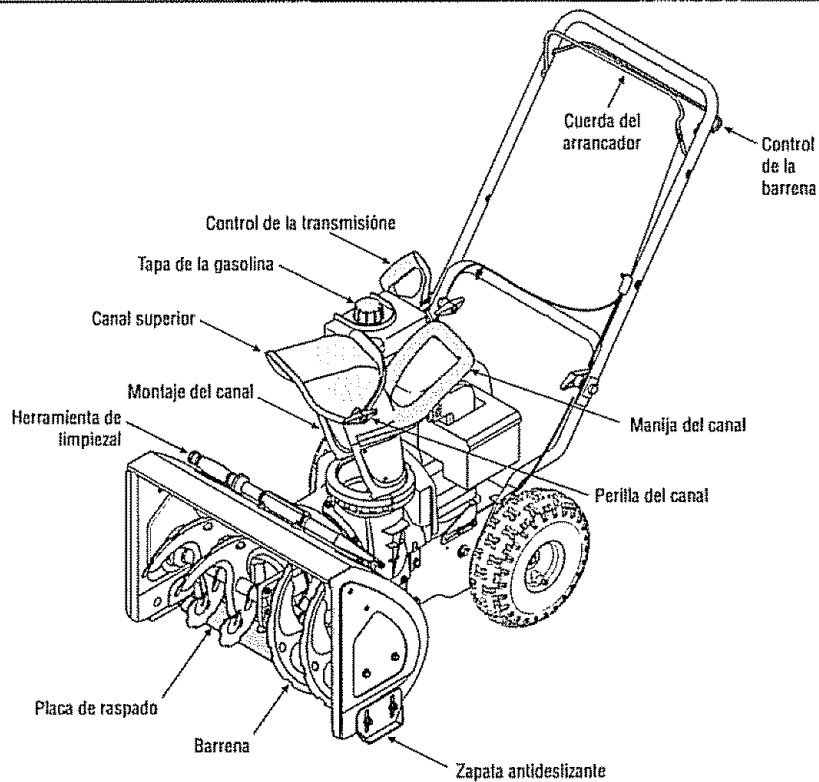
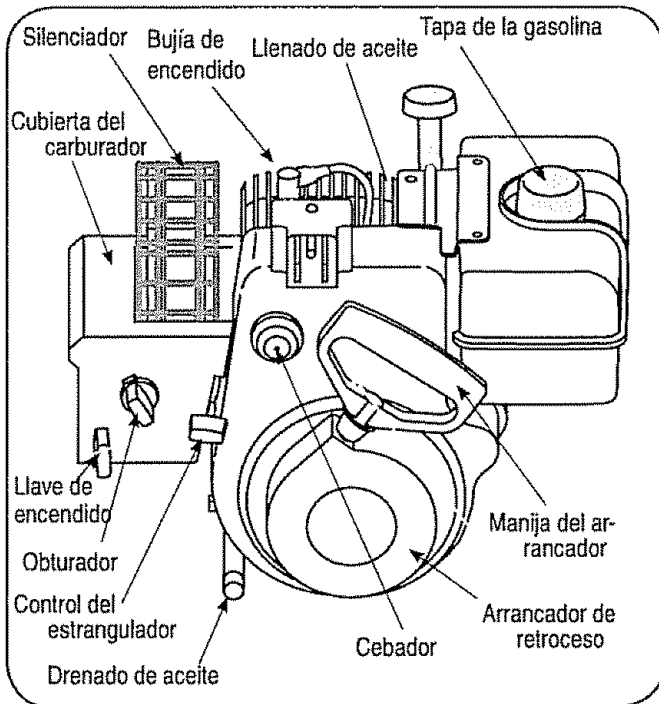

Figura 5
Figura 6
El espacio entre el plato de afeitado y la tierra puede ser ajustado. Refiérase a la Figura 6 para la posición del plato de afeitado y patine zapatos. Para el retiro de nieve cercano, coloque zapatos de patinazo en la posición baja. Cuando el área para ser limpiada es desigual, zapatos de patinazo de lugar en la posición media o alta. Ver la Figura 5.
1. Ajustar zapatos de patinazo soltando dos loco de maleficio y cerrojos de carro sobre cada zapato de patinazo, y moviendo el zapato de patinazo a la posición deseada. Ver la Figura 5.
1. El cable de transmisión y el cable de la barrena se dirigen a través de la caja de control de velocidad en el lado izquierdo de la manija. El cable de la barrena y el cable de control de velocidad se dirigen después hacia la manija inferior izquierda. El cable de transmisión se dirige a través de la parte superior de la manija superior y, por último, hacia abajo a la manija inferior derecha. Vea la figura 5.
2. Se han utilizado tres uniones de cable para ajustar sin tensión los dos cables de control a la manija inferior. Dos de estas uniones de cable están en cada brazo, y la tercera en la barra transversal superior de la manija inferior. Ajuste estas uniones de cable para sujetar los cables a la manija inferior. Vea la figura 5.